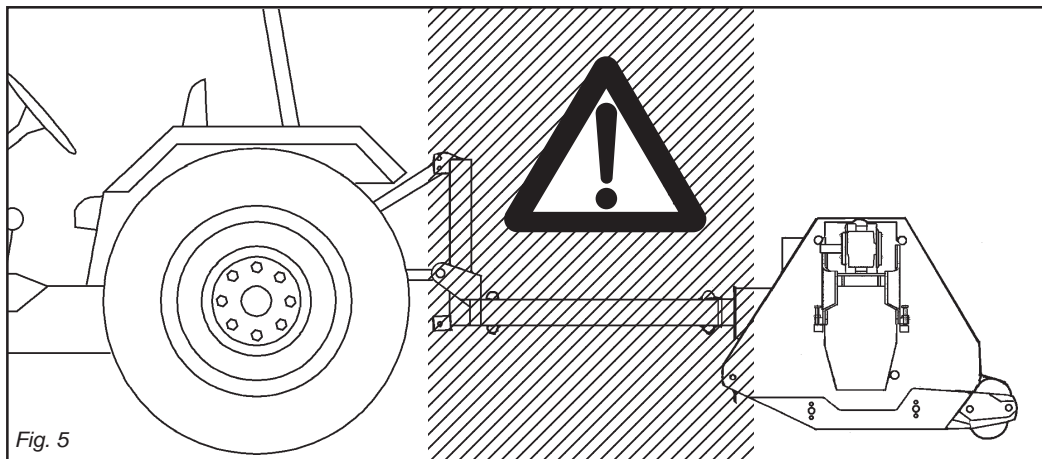

Fig. 5
- 27)** È assolutamente vietato interporre tra il trattore e la macchina (Fig. 5) con motore acceso e cardano inserito nonché senza aver azionato il freno di stazionamento.
- 30)** È assolutamente vietato interporre fra il trattore e l'attacco della macchina per manovrare il comando dall'esterno per il sollevamento (Fig. 5).
- 27)** It is absolutely forbidden to stand between the tractor and the implement (Fig. 5) when the engine is running and the cardan shaft is engaged without having first engaged the hand brake. Keep a safe distance from the shredder at work to avoid being hit by possible flying stones, etc.
- 30)** It is absolutely forbidden to stand between the tractor and the implement when manoeuvring the lift control from the outside (Fig. 5).
- 27)** Il est absolument interdit de se mettre entre le tracteur et l'appareil (Fig. 5) quand le moteur est en marche et le cardan enclenché, sans avoir tiré le frein de stationnement.
- 30)** Il est absolument interdit de se mettre entre le tracteur et l'attelage pour manoeuvrer la commande de relevage de l'extérieur (Fig. 5).
- 27)** Es ist absolut verboten, bei laufendem Motor und eingeschalteter Gelenkwelle zwischen den Schlepper und das Gerät zu treten (Abb. 5). Dazu muß die Feststellbremse gezogen werden. Achten Sie bei der Arbeit mit der Häckselmaschine auf den nötigen Sicherheitsabstand aufgrund der Auswurfgefahr stumpfer Gegenstände.
- 30)** Es ist absolut verboten, zwischen den Schlepper und den Anschluß zu treten, um die Aushebung von außen zu betätigen (Abb. 5).
- 27)** Está terminantemente prohibido colocarse entre el tractor y el equipo (Fig.5) con motor encendido y cardán inserido, o sin haber accionado el freno de estacionamiento. Manténgase a una distancia de seguridad del triturador durante el trabajo, porque puede proyectar objetos.
- 30)** Está absolutamente prohibido colocarse entre el tractor y el enganche para maniobrar el mando desde el externo en la fase de elevación (Fig. 5).